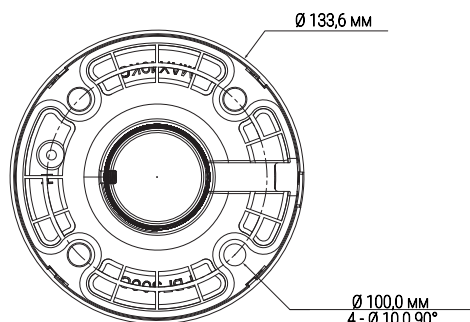

Рисунок 4.2 – Монтажное основание кронштейна BR-104
1. Используя монтажное основание потолочного кронштейна (Рисунок 4.2), отметьте точки крепления на установочной поверхности и просверлите 4 отверстия (диаметр 8 мм, глубина не менее 65 мм) в установочной поверхности.